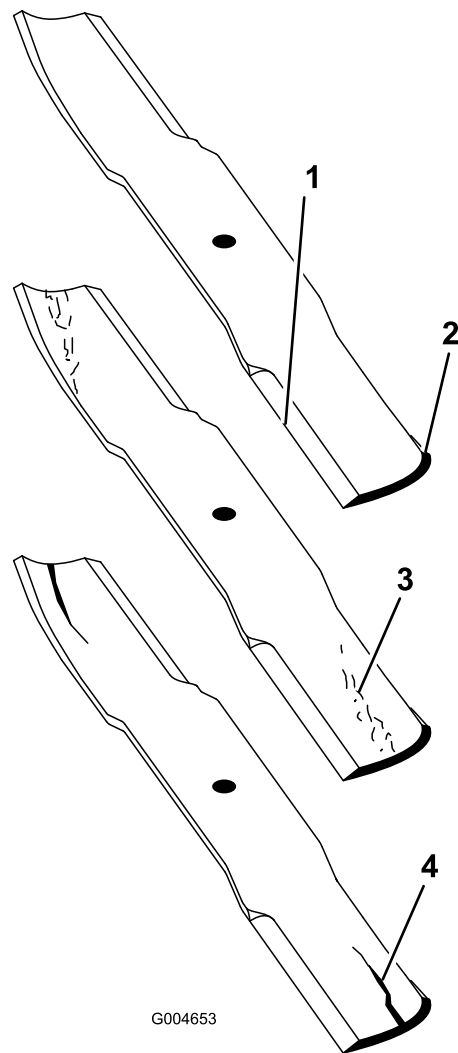

Figure 107
2. Examinez attentivement les tranchants de la lame, particulièrement au point de rencontre des parties plane et relevée (Figure 107).
Remarque: Le sable et les matières abrasives peuvent éroder le métal à cet endroit, c'est pourquoi il est important de contrôler l'état de la lame avant d'utiliser la tondeuse. Remplacez la lame si elle vous semble usée (Figure 107).